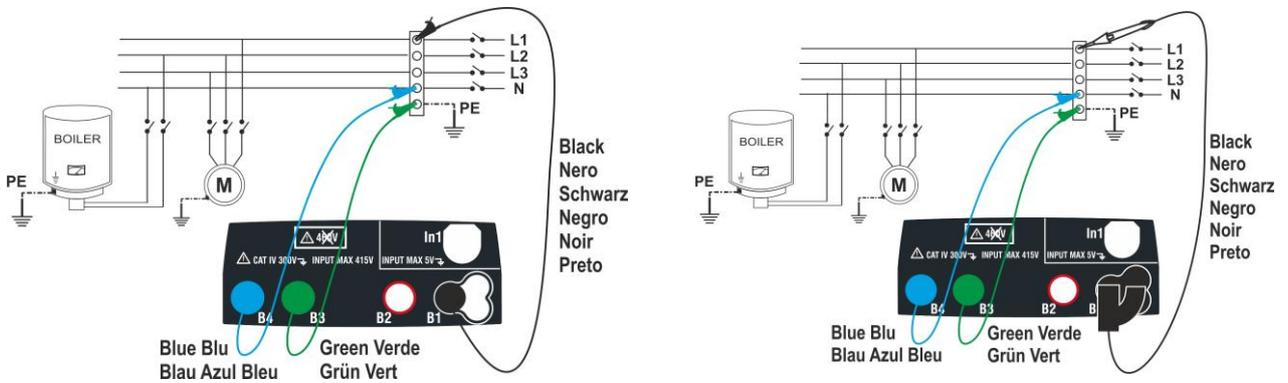

Fig. 10 : Vérification de l'isolement L-PE et N-PE par câbles et embout à distance
5. Connecter les crocodiles et/ou les embouts et/ou l'embout à distance aux extrémités des conducteurs sous test comme d'après les Fig. 10 et Fig. 11